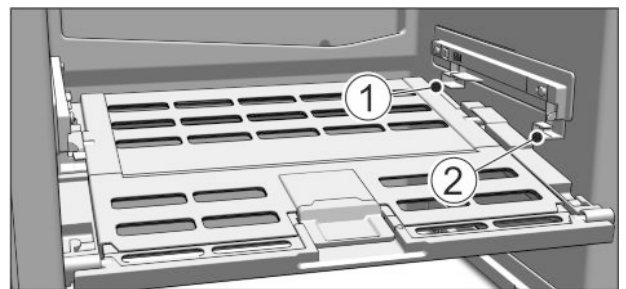

Fig. 74
- Deksel Fruit & Vegetable-Safe aanbrengen: Dekselranden van onder in de achterste houder Fig. 74 (1) plaatsen en van voren in de houder Fig. 74 (2) klikken.